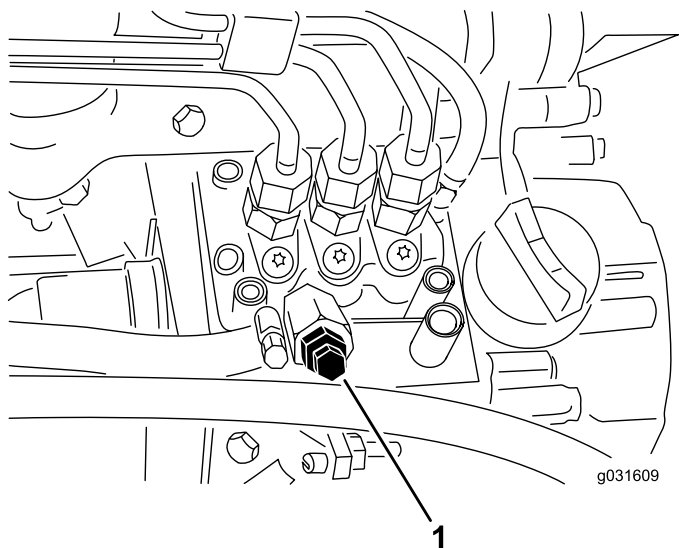

Figura 53
- Aperte la vite di spurgo dell'aria, situata sulla pompa di iniezione del carburante (Figura 53).